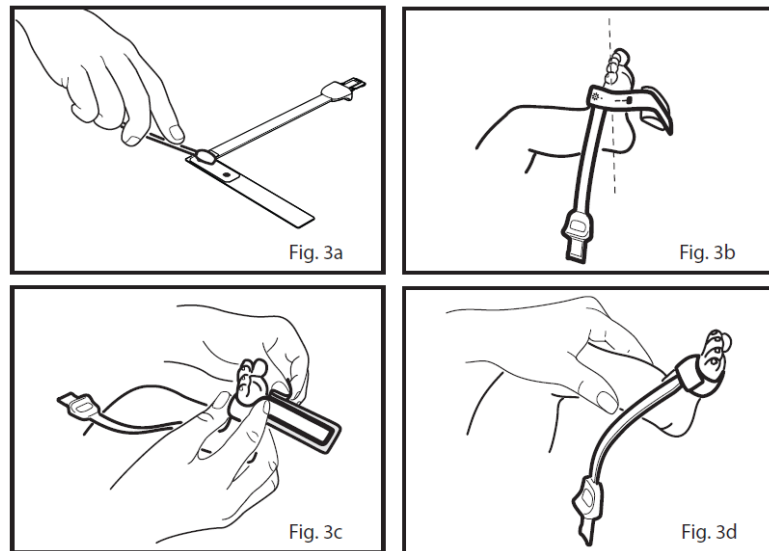

Fig. 21 RD SET Sensor Anwendung für Neugeborene und Frühgeborene
- 2 Siehe Bild 3a in Fig. 21: Bei empfindlicher Haut kann die Klebrigkeit des medizinischen Klebstoffs vermindert oder beseitigt werden, indem Sie die Klebestellen mit einem Wattebausch oder einer Gaze betupfen.
- 3 Siehe Bild 3b in Fig. 21: Richten Sie das Sensorkabel auf den Knöchel (oder das Handgelenk).
- 5 Siehe Bild 3c in Fig. 21: Wickeln Sie die Klebe-/Schaumstofffolie um die seitliche Seite des Fußes (oder der Hand) und stellen Sie sicher, dass das Sendefenster (roter Stern) direkt gegenüber dem Detektor ausgerichtet ist. Achten Sie auf die korrekte Ausrichtung des Detektors und des Sendefensters, während Sie die Klebe-/Schaumstofffolie anbringen, um den Sensor zu sichern.
- 6 Siehe Bild 3d in Fig. 21: Überprüfen Sie die korrekte Positionierung.